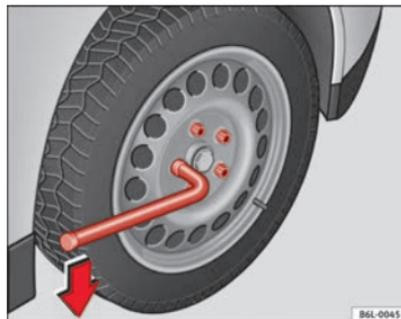

Fig. 138 Changement de roue : desserrer les boulons de roue
- Attrapez la clé par l'extrémité et faites-lui faire environ un tour vers la **gauche** ⇒ fig. 138.